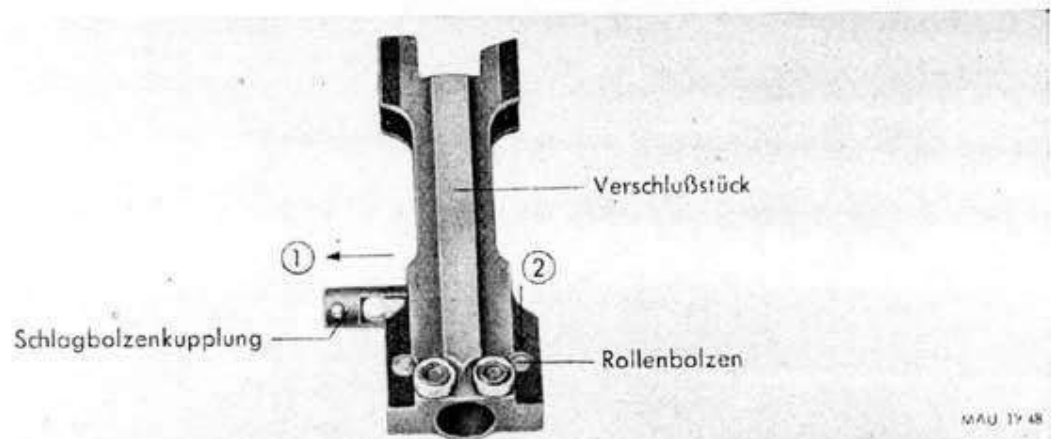

Abb. 48: MG 81; Herausnehmen der Schlagbolzenkupplung
Die Schlagbolzenkupplung (Abb. 48) im Verschlussstück bis zum Anschlag nach links drücken ① und herausziehen. Rollenbolzen heraus schlagen, damit die Führungsrollen zum Verschlussstück frei werden ②.